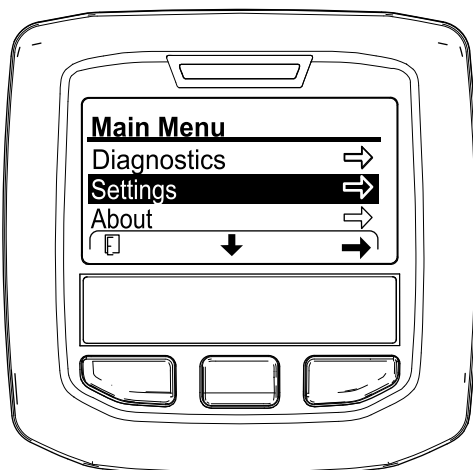

Figura 122
2. En el InfoCenter, desplácese hasta el MENÚ PRINCIPAL (Figura 122).